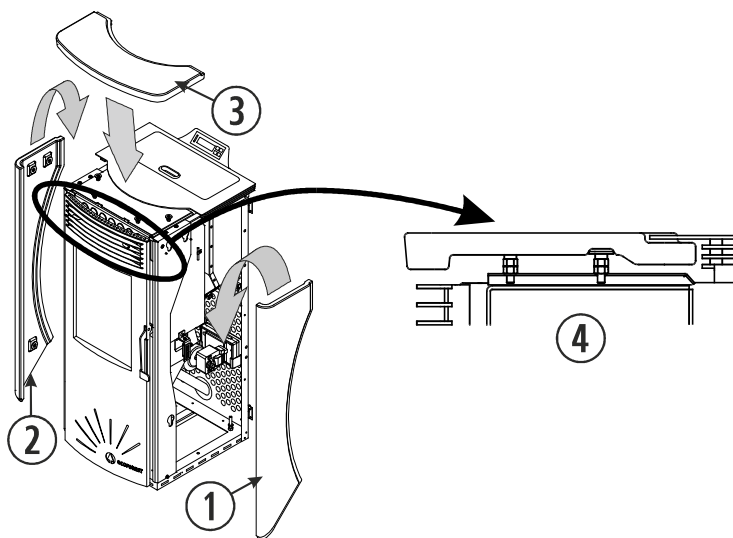

Figura 1
- No modelo Vigo a ordem de montagem é a indicada na *figura 1*. As colunas cerâmicas somente devem ser colocadas nos suportes que se encontram na própria estufa.
①	Coluna lateral direita.
②	Coluna lateral esquerda.
③	Topo superior.
④	Vista corte secção montagem.